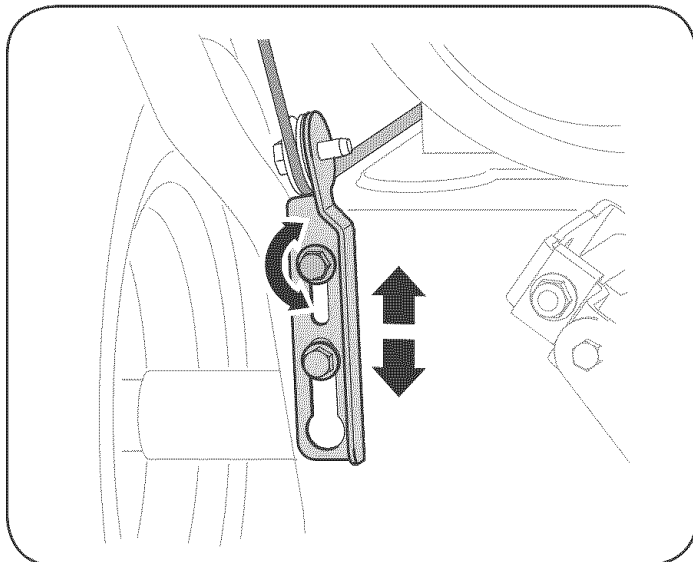

Figura 9
5. Deje la barra engranada durante aproximadamente diez (10) segundos antes de soltar el control de la barra. Repita esta operación varias veces.
8. Ubique la ménsula hacia arriba para brindar más juego (o hacia abajo para aumentar la tensión del cable). Vea la figura 9.